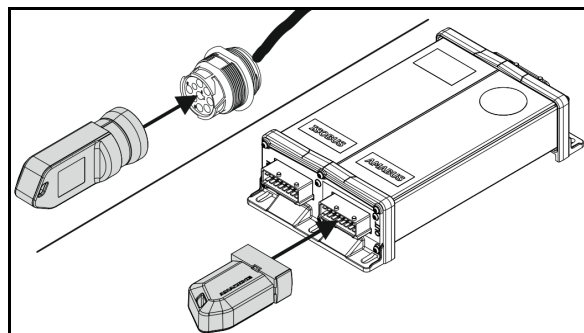

Fig. 30
5. Styrbare bremserruller (Fig. 30/1) foran
- o Monter, og sikre med splint (Fig. 30/2), hhv.
6. Faste ruller (Fig. 30/3) bak
- o Monter, og sikre med saksepinne (Fig. 30/4) i de nederste frigjøringshullene, hhv.
Når de faste rullene monteres, må du passe på at boltene (Fig. 30/5) griper gjennom boringen til rammen og dermed holder rullene i lengderetningen.